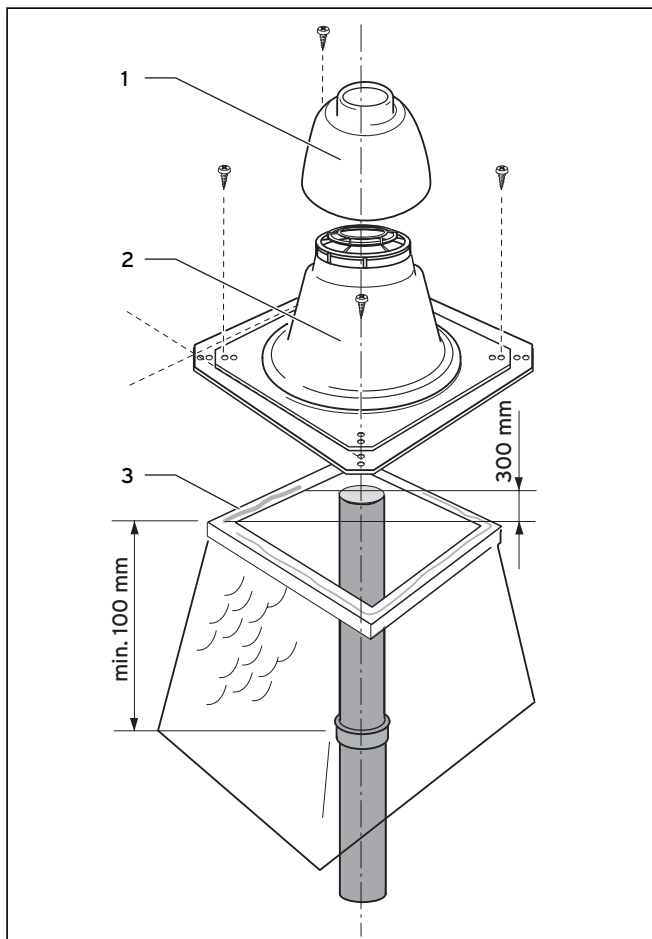

Рис. 5.42 Монтаж шахтной насадки
- Повторяйте соединение труб до тех пор, пока не сможете вставить нижнюю трубу в опорное колено, а самая верхняя труба не позволит монтаж шахтного перекрытия по рис. 5.42.